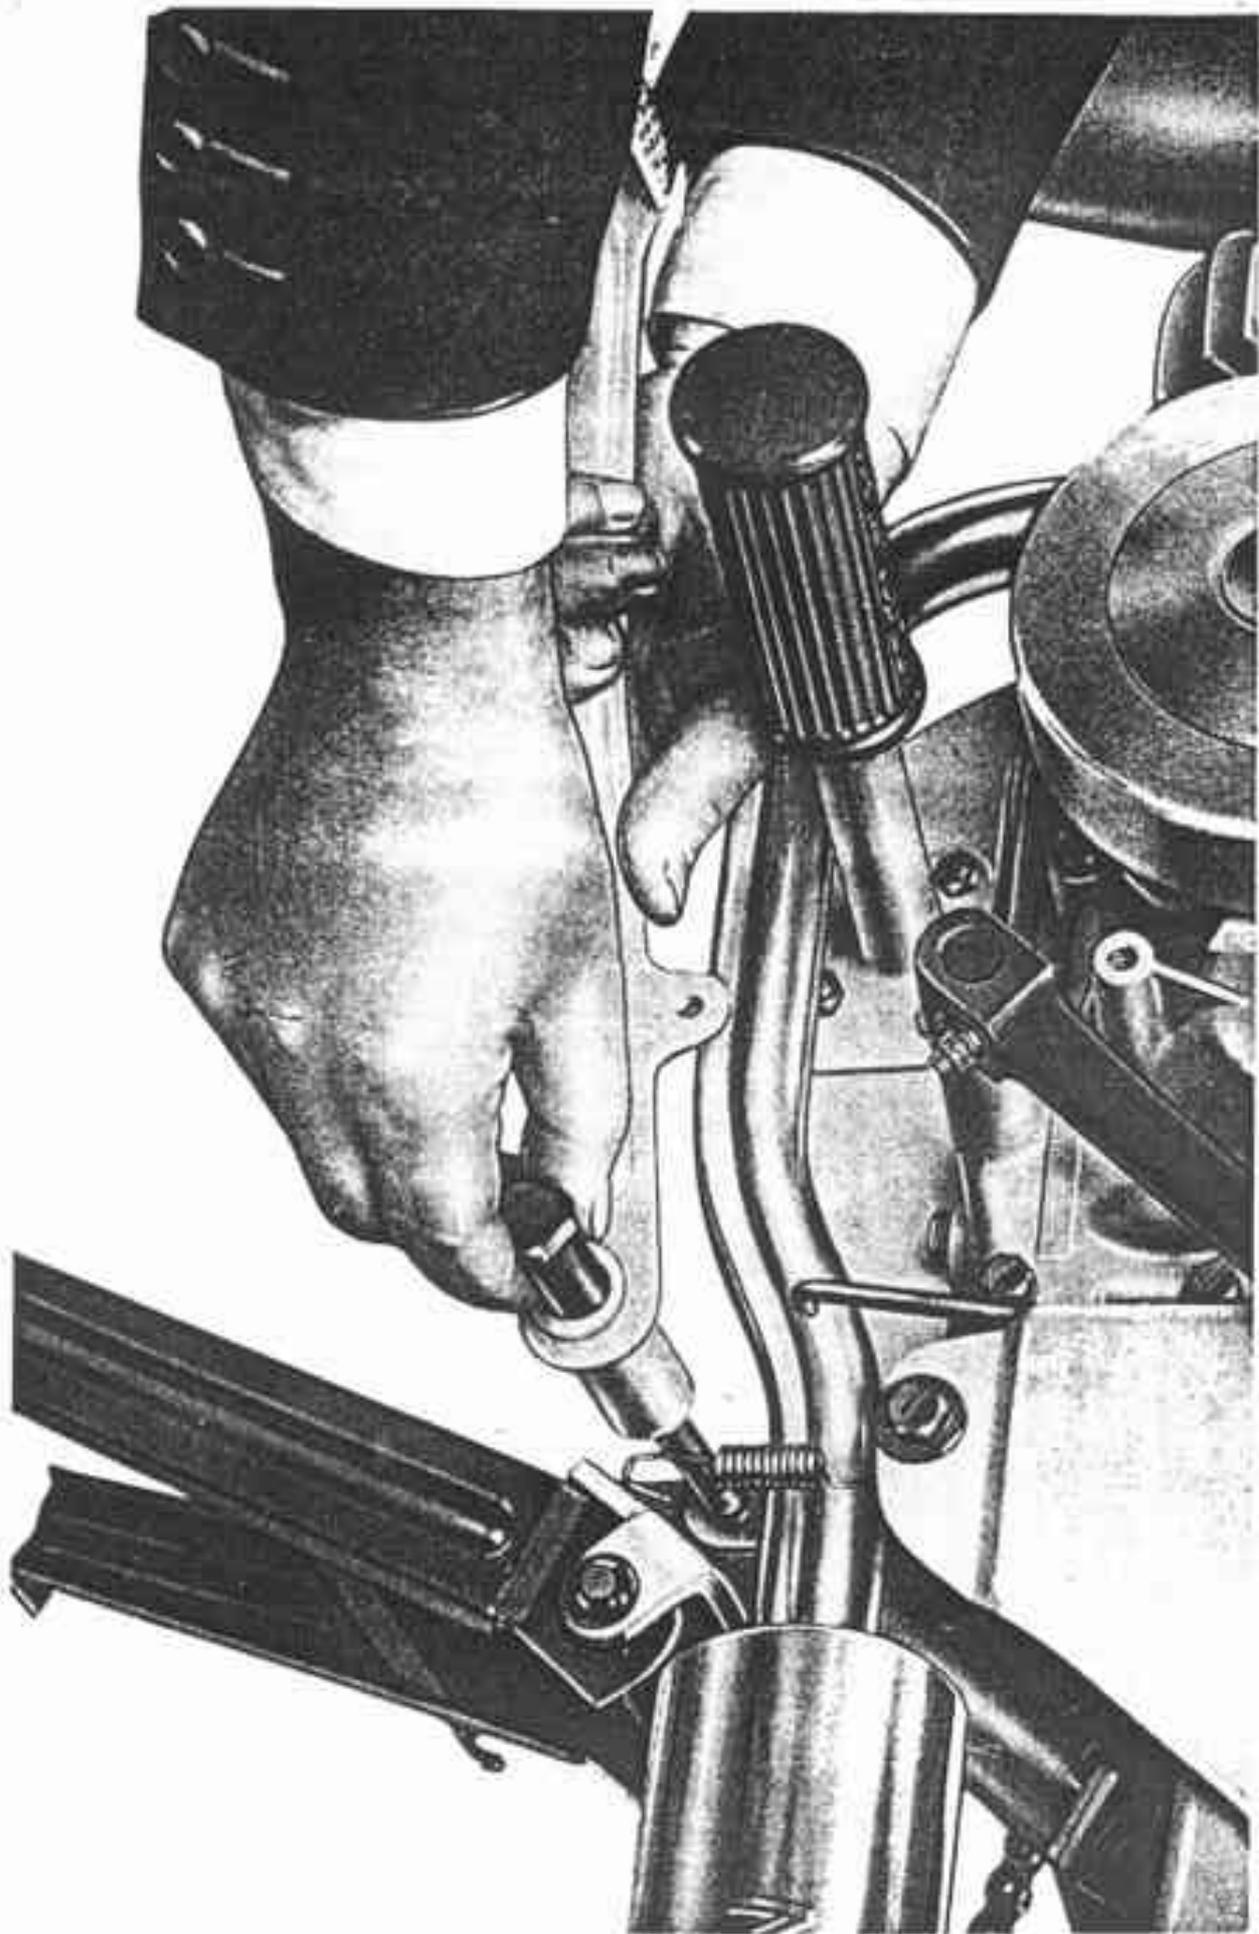

Fig. 2 - Smontaggio leva freno posteriore
*Sfilare* la leva come è dimostrato a fig. 2.